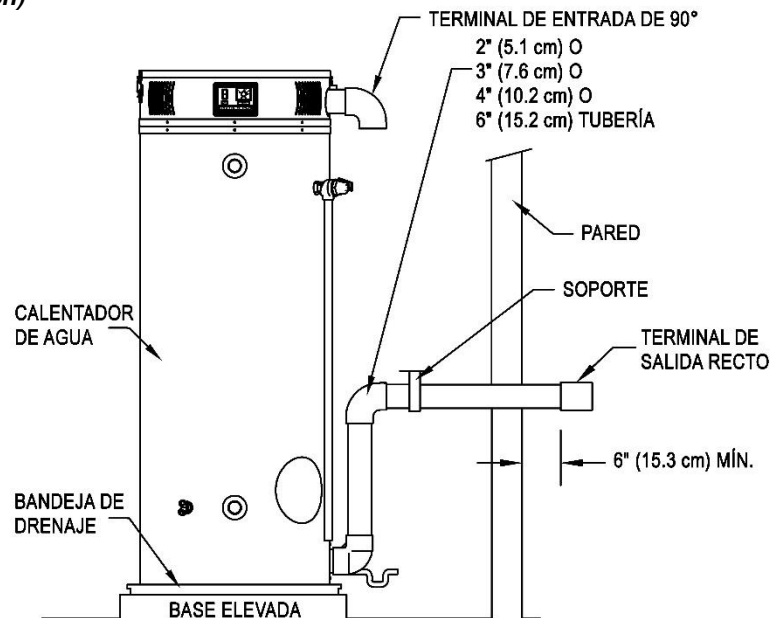

Figura 15: Sistema de ventilación eléctrica típico horizontal
2. Use el cemento o el sellador adecuado para fijar el terminal de la salida de ventilación proporcionado con el calentador de agua a las tuberías plásticas. La distancia entre el borde posterior del terminal de salida de ventilación y la pared exterior (consulte la Figura 15) debe ser de 6 pulg (15.2 cm). Use el cemento y los procedimientos de ensamblaje adecuados para fijar las juntas del conector de ventilación entre el terminal y la salida del soplador. Utilice soportes de apoyo cada 3 pies (1 m) de ventilación horizontal.